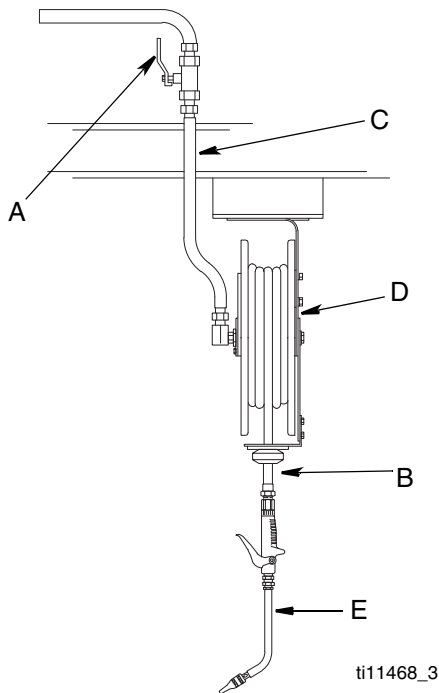

FIG. 1
2. Fermer la vanne d'arrêt (A, FIG. 1).
La FIG. 1 montre une installation type. L'installation n'est donnée qu'à titre d'indication. Les composants représentés sont standard ; toutefois, il ne s'agit pas d'un système complet. Contacter son distributeur Graco pour qu'il puisse aider à configurer un système qui correspond à vos besoins particuliers.